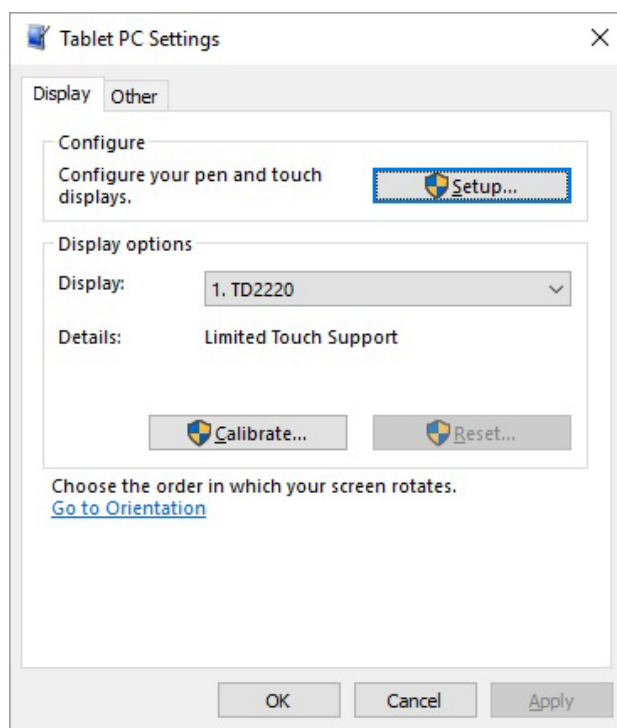

図 5-1 : ディスプレイの選択
2. **Tablet PC Settings**（タブレット PC 設定）ウィンドウの **Display**（ディスプレイ）タブで、ドロップダウンメニューから調整するモニターの名前を確認します（図 5-1 参照）。